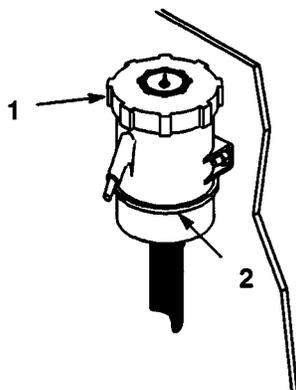

Fig. 34
3. Pulite attorno al serbatoio dell'olio (Fig. 34) al fine di vedere con chiarezza il livello dell'olio, ed impedire che corpi estranei cadano nel serbatoio se si deve rabboccare.
4. Quando l'asse di trasmissione è freddo, versate l'olio fino alla linea "Full Cold" (pieno freddo) sul serbatoio (Fig. 34).